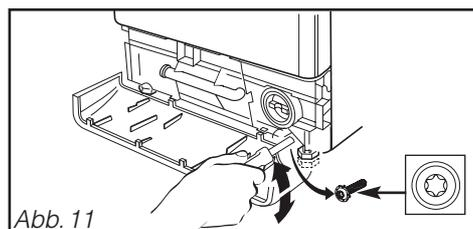

Abb. 11
– Die 2 Schrauben zur Arretierung der Füße mit einem TORX T20 Schraubenschlüssel lösen (Abb. 11).